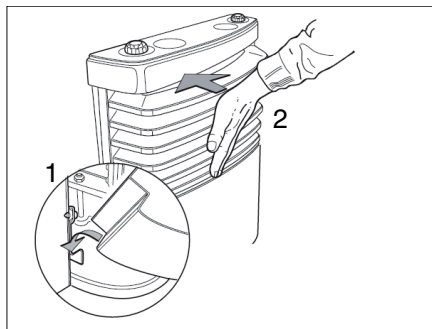

Bild 106 Sätt på hölje till värmeaggregatet
- Montera höljet på värmeaggregatet. Häng höljet i de undre lagren (Bild 106,1).
- Sväng in höljet tills låsspakarna snäpper fast hörbart (Bild 106,2).